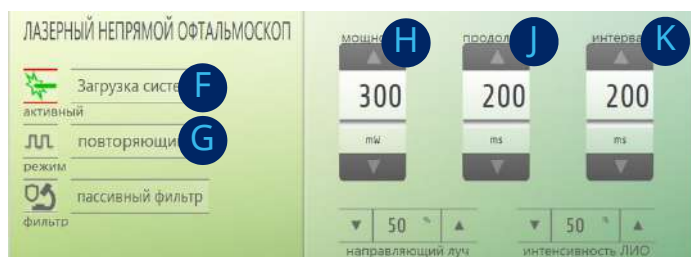

Fig. 123: Управление лазером (1)
В разделе рабочего инструмента отобразится Управление лазером (рис. 123).
3. Кнопка состояния лазера [F] (см. рис. 123, стр. 125) может использоваться для изменения состояния лазера с ОЖИДАНИЕ на АКТИВНЫЙ и наоборот: